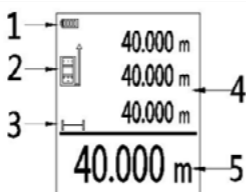

FIG. 10
1. Medición simple: Pulse brevemente el botón 6 para arrancar la máquina. En este momento, la máquina entrará automáticamente en la interfaz de medición simple por láser. Apunte el láser al objetivo a medir, y pulse el botón para una sola medición, y el resultado de la medición aparecerá en el área de visualización principal (como se muestra en la FIG. 10).